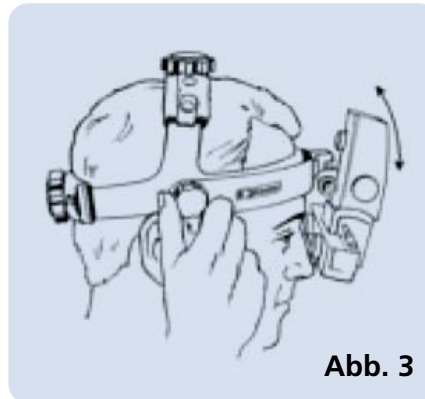

Abb. 3
Zur vertikalen Ausrichtung der Okulare und des Binokularblocks (O) verstellen Sie ggf. die Höhe des äußeren Brauenbands aus Metall (C) anhand der Brauenband-Spannknöpfe (D), die sich seitlich am Headset befinden (Abb. 3).